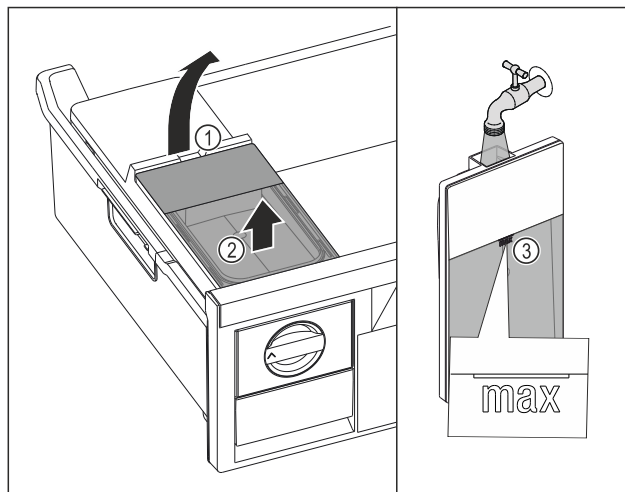

Fig. 109
- ▶ Løft vandtanken op til udsporingen Fig. 109 (1).
- ▶ Tag vandtanken ud fra oven. Fig. 109 (2)
- ▶ Fyld vandtanken med drikkevand op til mærket Fig. 109 (3).